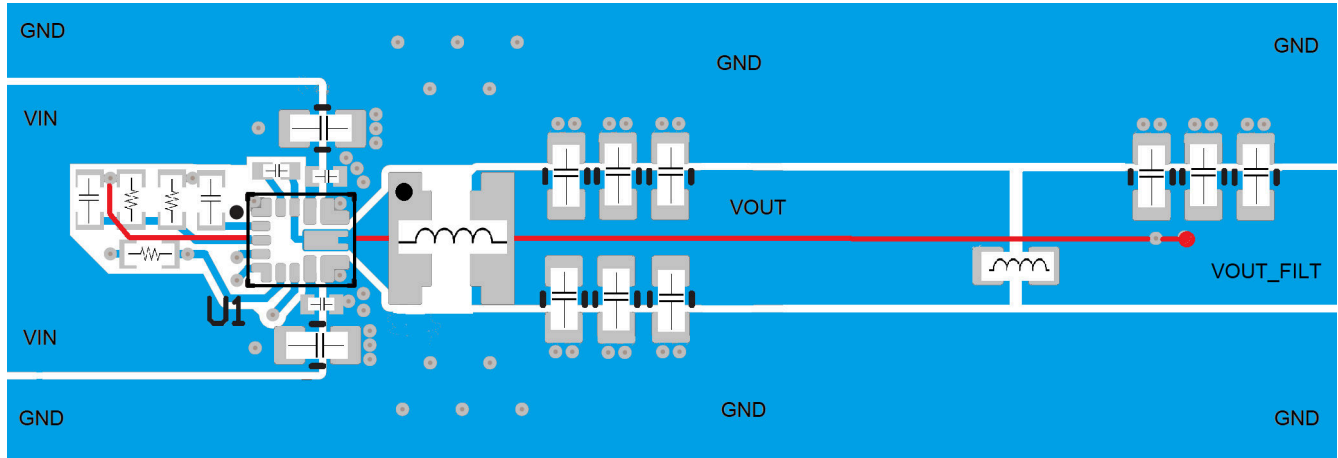

图 7-9. 使用第二个 L-C 滤波器的设计的建议布局
- 避免将铁氧体磁珠放置在图 7-9 所示的禁止区域
- 请参阅在 EVM 上实施的建议布局，如 EVM 用户指南 TPS62968 降压转换器评估模块用户指南 以及图 7-9 中所示。